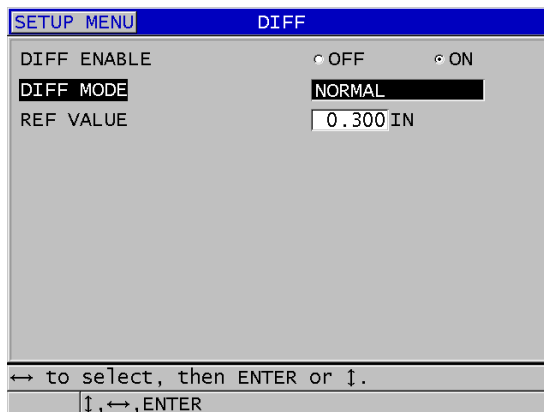

図 8-2 差異モード画面
3. 差異画面で(131ページの図8-2を参照)、以下の操作を行います。